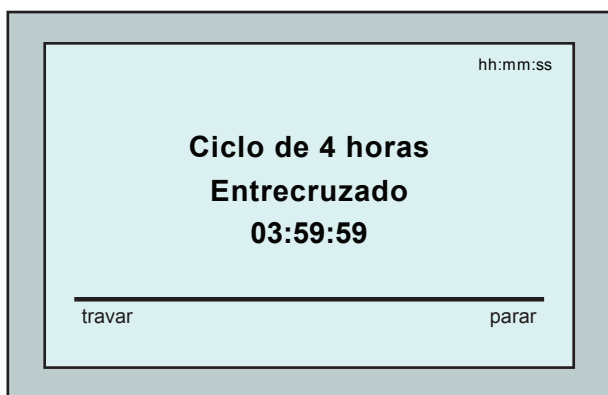

Figura 4: Ecrã Countdown para sessão de 4 horas
O robô começa seu ciclo de limpeza e o MMI exibe o ecrã Contagem Regressiva (Figura 4):
No ecrã *Contagem Regressiva*, pressione **Travar** (Figura 4).
- A partir do ecrã *Contagem Regressiva* (Figura 4), pressione **Parar**. O ecrã do MMI exibe a mensagem: Stopping robot – please wait (Parando o robô. Aguarde.). Após 5 segundos, o ecrã *Parada Manual* é exibido (Figura 5).